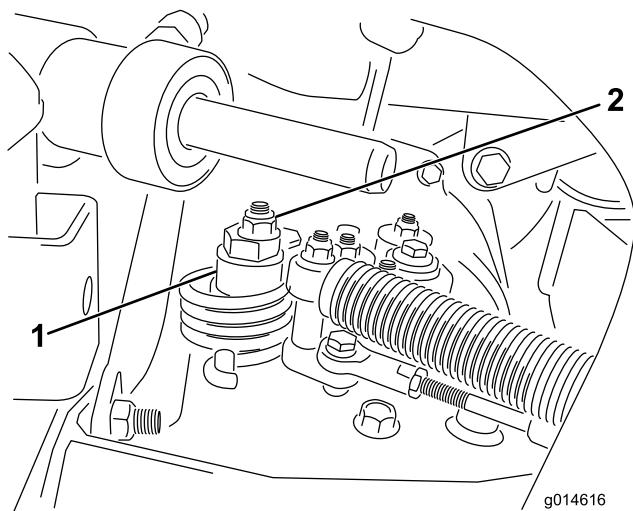

図 3
- 偏芯ナットをハイドロスタート上部に止めているナットをゆるめる（図 3）。
- 車輪がどちらの方向にも回転しなくなるように、偏芯ナットを回して調整する。車輪がどちらの方向にも回転しなくなったら、ロックナットを締めて偏芯ナットの調整を固定する（図 3）。